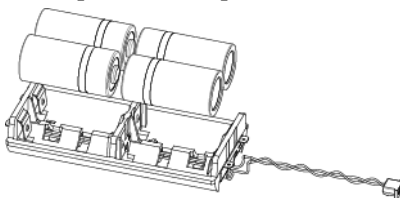

Figure 11
3. Insérez les piles neuves en respectant les polarités (*reportez-vous à la Figure 11*).
- 4. Insérez des piles neuves en respectant les polarités (reportez-vous à la Figure 11), puis refermez le couvercle du compartiment à piles.